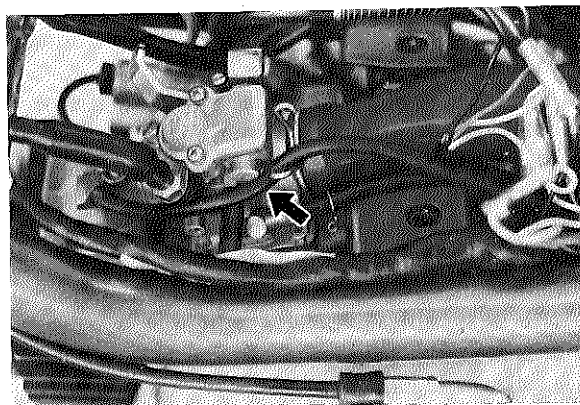

Fig. 5-9-4
- b. The vacuum pipe connecting the carburetor to the auto-cock is out of place, flattened or holed. (Fig. 5-9-4)
- b. Le tuyau de dépression prévu entre le carburateur et le robinet automatique est déconnecté, aplati ou percé (Fig. 5-9-4).
- b. Das Saugrohr zwischen Vergaser und Kraftstoffhahn ist nicht angebracht, abgeknickt oder undicht. (Fig. 5-9-4)